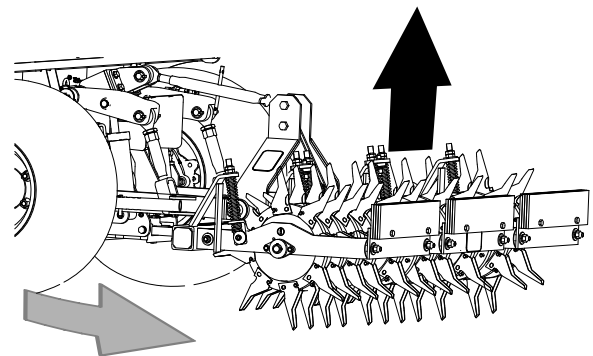

図 24
4. 列の終端に来たら、エアレータを上昇させてから旋回を行う 図 24。